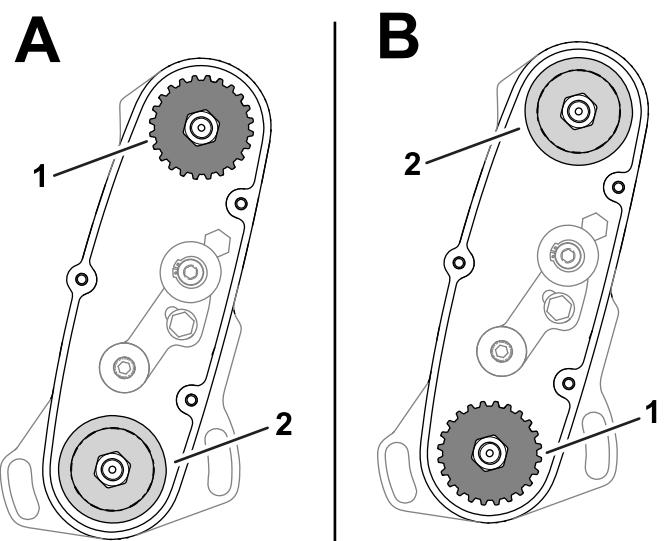

Figura 14
- POSIZIONE SUPERIORE:** "A" nella Figura 14
- POSIZIONE INFERIORE:** "B" nella Figura 14